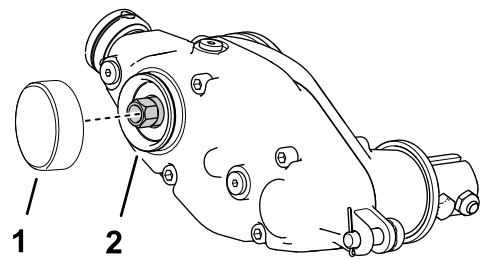

Figura 15
1. Applicare un composto bloccante a media resistenza per parti cilindriche (come Loctite verde 609®) intorno alla scanalatura dell'anello elastico e al diametro esterno (Figura 15).